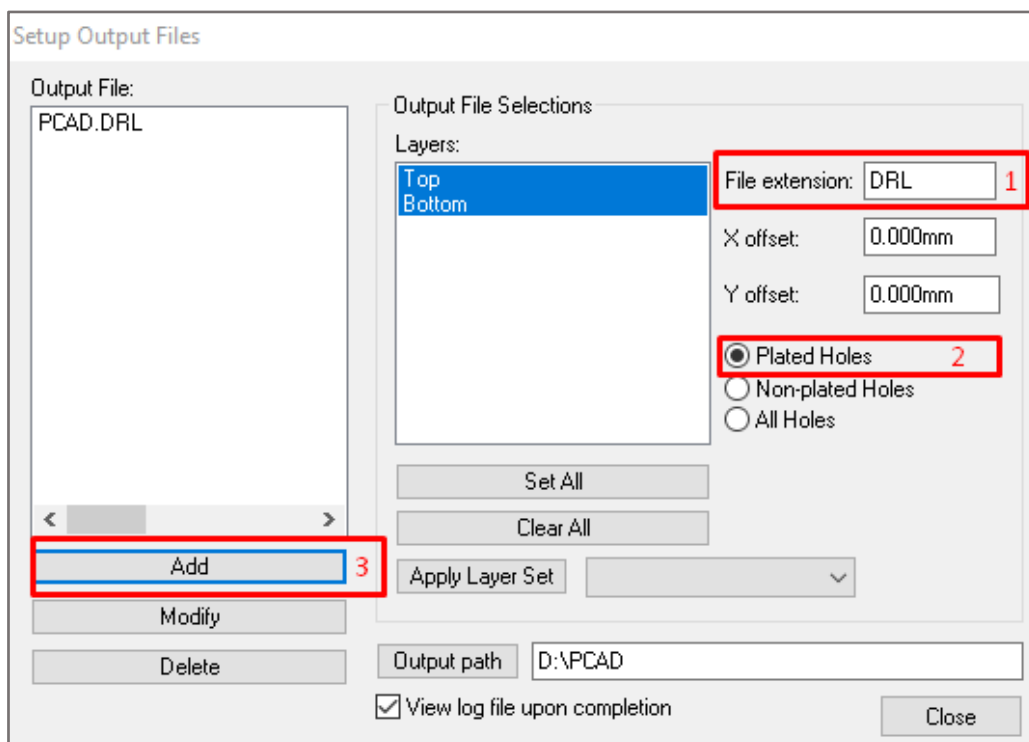

Рисунок 8. Задание имен выходных файлов
d) Теперь необходимо создать список файлов металлизированных и неметаллизированных отверстий. Для этого следует нажать кнопку **Setup Output Files...** и выполнить следующую последовательность операций (см. рисунок 8).